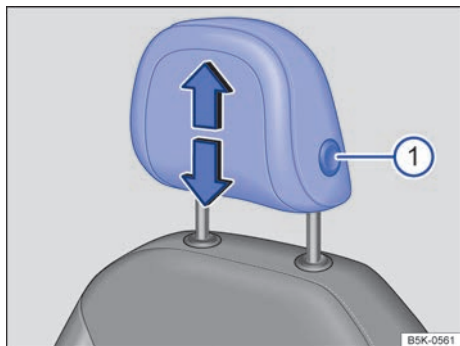

Fig. 78 Ajuste de los apoyacabezas delanteros.
- Desplace el apoyacabezas hacia arriba o hacia abajo en el sentido de la flecha correspondiente a la vez que presiona la tecla → fig. 78 ① → ⚠ en *Introducción al tema* de la pág. 100.